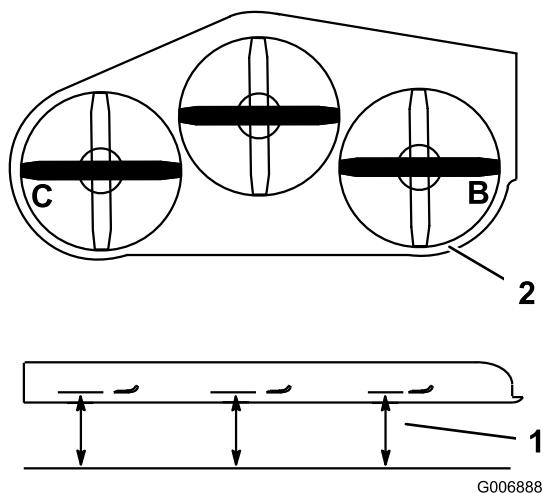

Figura 83
- Disponete le lame in posizione laterale rispetto alla macchina. Misurate ai punti **B** e **C** da una superficie piana fino al tagliente della punta della lama (Figura 83).